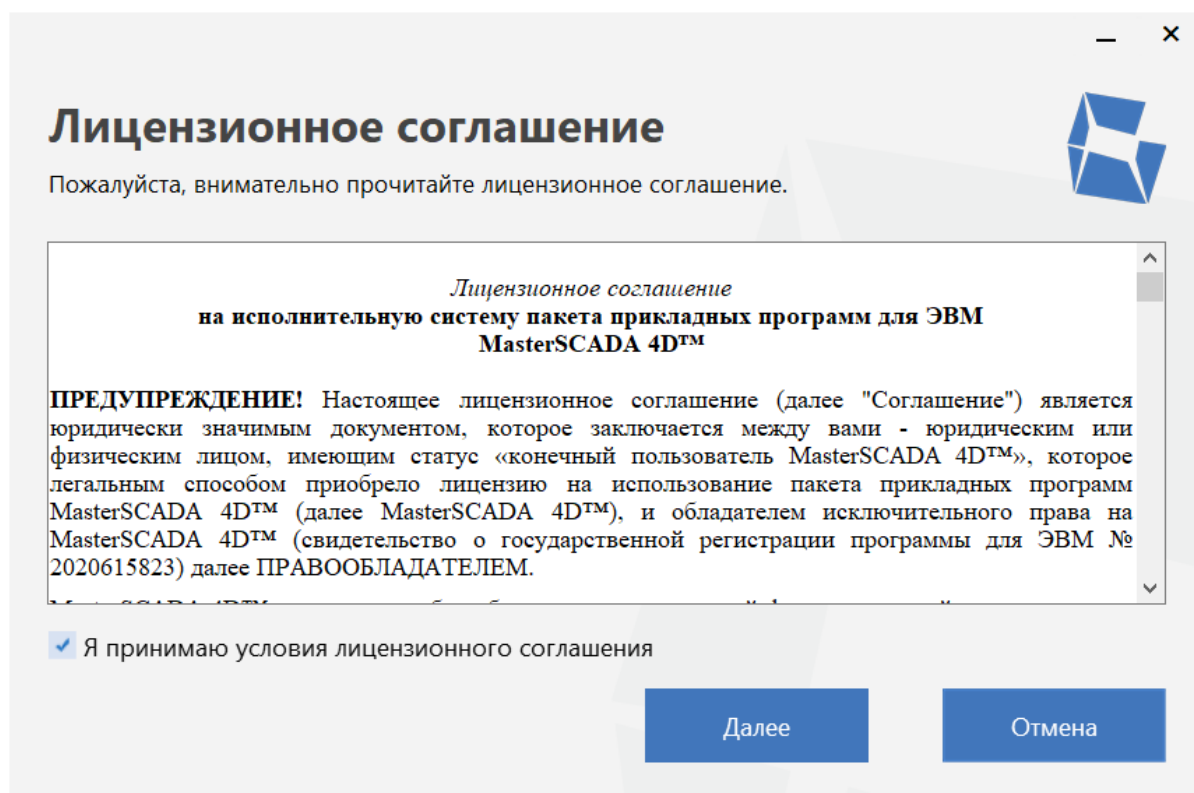

Рисунок 4 – Окно лицензионного соглашения
2.3.1.2 По команде «Далее» мастера открывается диалог лицензионного соглашения (см. рисунок 4). Прочитав текст, отметьте пункт «Я принимаю условия лицензионного соглашения» и нажмите кнопку «Далее».
(см. рисунок 4). Прочитав текст, отметьте пункт «Я принимаю условия лицензионного соглашения» и нажмите кнопку «Далее».